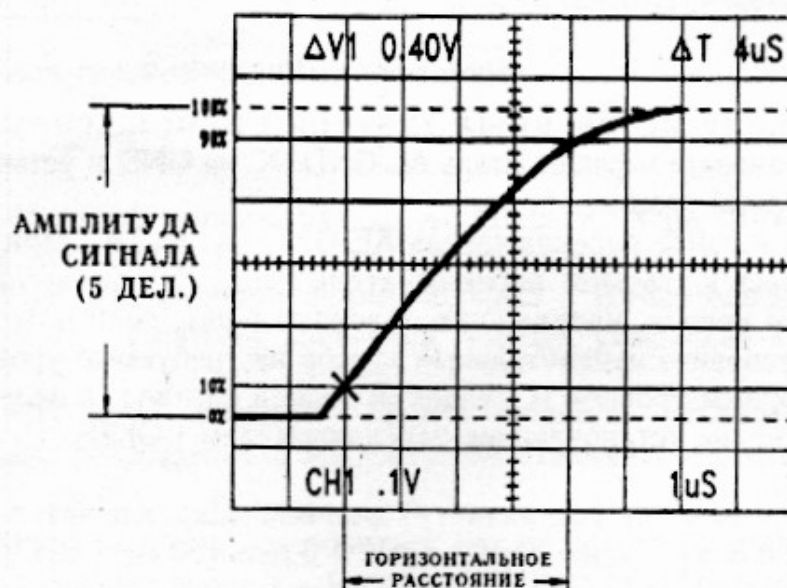

Рис. 8.
2. При помощи регулятора POSITION установите изображение сигнала таким образом, чтобы нижняя граница сигнала находилась на уровне линии 0%, а верхняя граница, на уровне линии 100% (см. рис. 8).